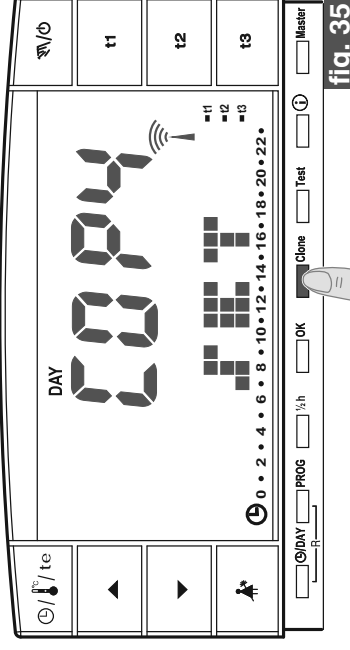

fig. 35
- Sobre el cronotermostato en recepción pulsar la tecla **Clone** durante 4 segundos, en pantalla aparecerá el mensaje **COPY SET**; el símbolo  se enciende durante 1 segundo para indicar que se ha enviado la solicitud de conexión (ejemplo en fig. 35).